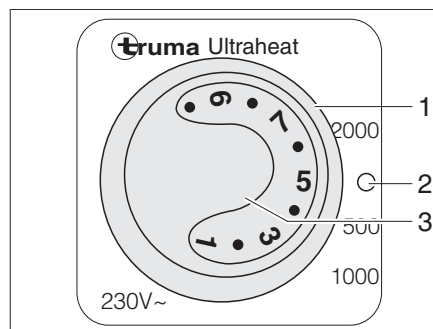

Fig. 116 Elemento di regolazione riscaldamento supplementare elettrico Ultraheat
- Posizionare l'interruttore girevole (Fig. 116,1) sul grado di potenza desiderato (500, 1000 o 2000 W).
- Posizionare la manopola della temperatura (Fig. 116,3) sulla potenza desiderata.
- Posizionare l'interruttore girevole (Fig. 116,1) su "O" (Fig. 116,2).